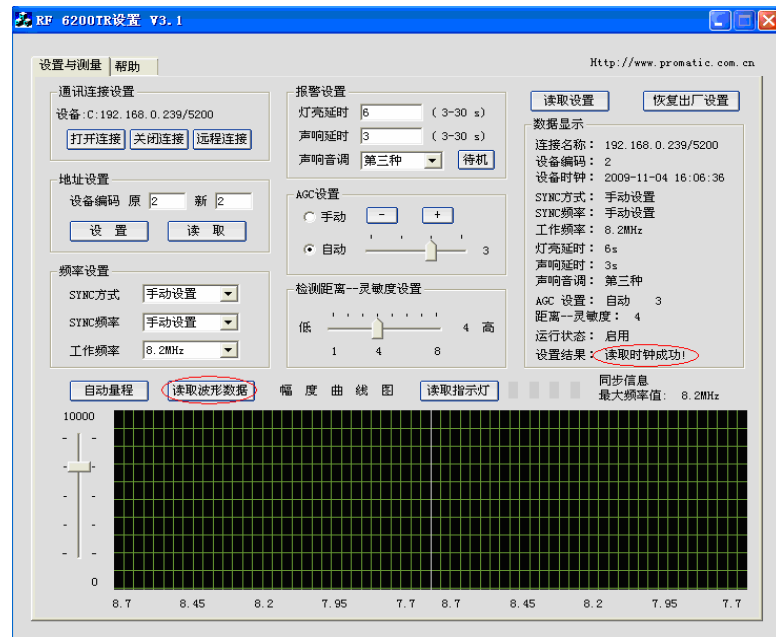

图 16：参数设置正确
- 4) 上述参数设置完成后，点击“确定”，如果参数设置正确，在“设置结果后面”就会依次提示：打开连接成功——>读取设备地址成功——>读取时钟成功，表示调试软件与设备已经通讯正常。否则提示：打开连接失败 或 读取设备地址失败，表示调试软件与设备通讯不正常，需要检查参数设置是否正确、线路连接是否正确，如图 16、17 所示：